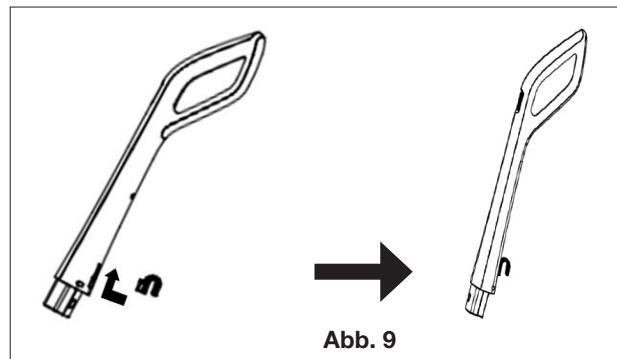

Abb. 9
5. Stecken Sie den Haken in die Aussparung auf der Oberseite des Stabs (siehe Abb. 9).